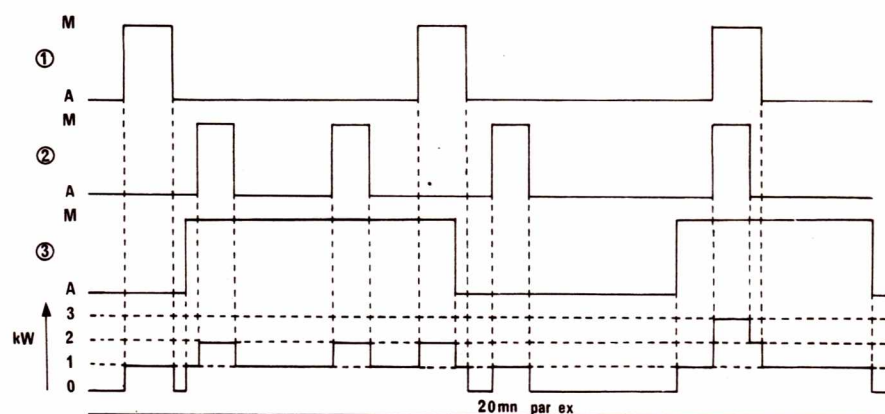

Figure 1
Les figures 1 et 2 illustrent ce type de fonctionnement et montrent clairement le nivellement de consommation pouvant être obtenu. Sur notre exemple, la précision de la régulation de l'appareil (2) semble souffrir quelque peu, mais l'expérience montre qu'en pratique, l'inconvénient n'est pas décelable si l'estimation des puissances a été correctement faite : la puissance de limitation doit en effet être un peu supérieure à la puissance moyenne consommée sur 24 heures.